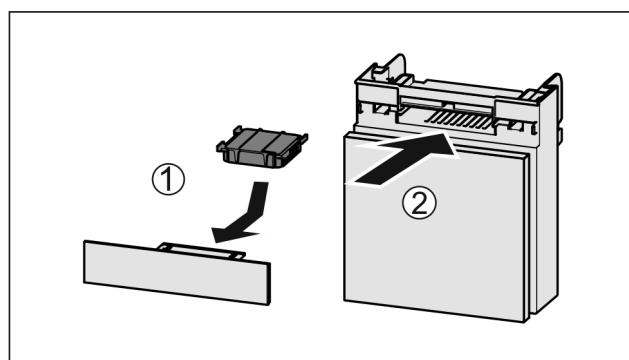

Fig. 273
- Filtr s aktivním uhlím vložte podle vyobrazení Fig. 273 (1).
- Zásuvku zasuňte Fig. 273 (2).